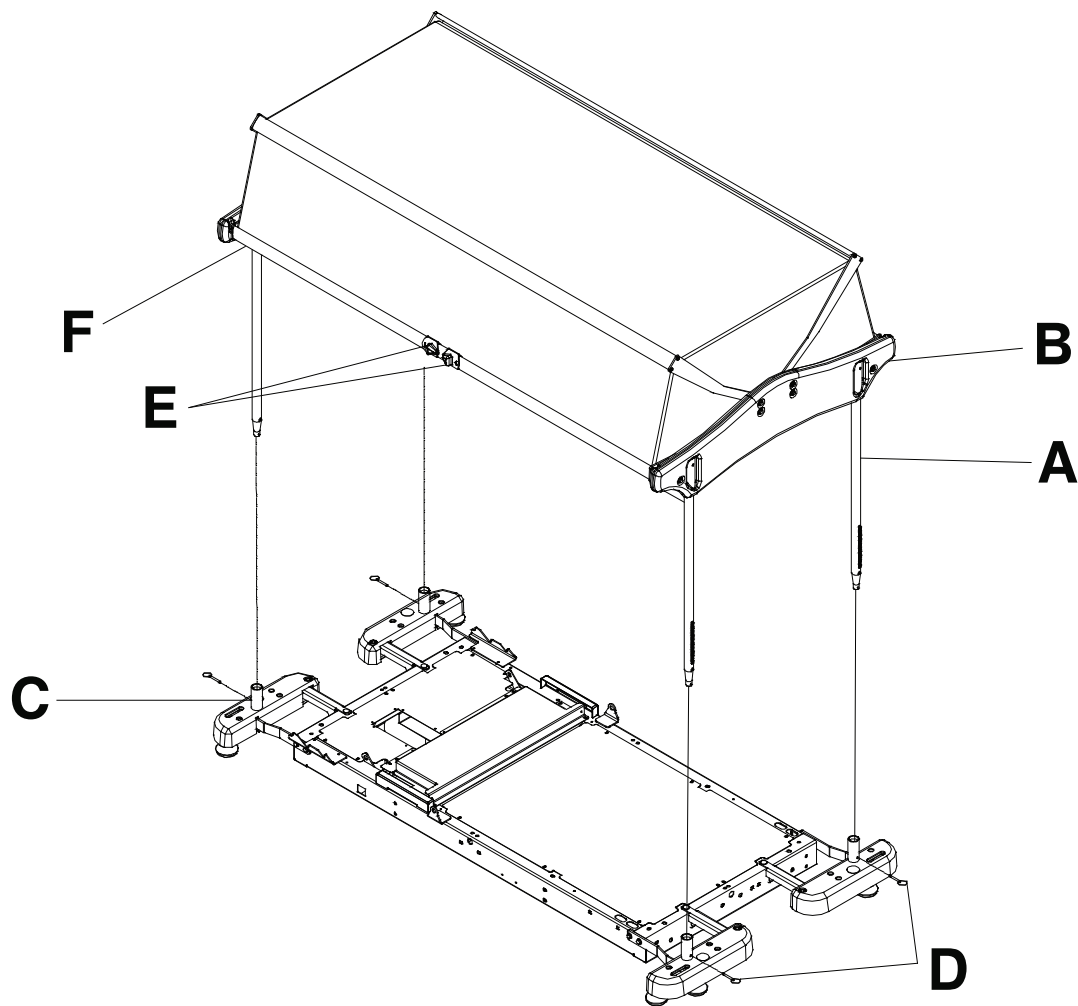

Figura 17 – Tampa protetora retrátil
1. Pressione o pino de bloqueio situado na secção superior de cada poste (A). Introduza o poste na ranhura da estrutura de plástico (B) (Figura 17). Repita para os outros postes.
2. Instale os quatro postes nos encaixes dos suportes de acessórios (C) (Figura 17).
3. Utilizando uma chave combinada de 9/16 pol., bloqueie os postes nos encaixes dos suportes de acessórios com os quatro pinos de engate (D) (Figura 17).
1. Para fechar uma tampa protetora completamente aberta, aperte os dois botões de liberação (E) e suba a grade inferior (F) para a posição desejada (Figura 17).
2. Para fechar a tampa protetora, segure a grade inferior (F) e baixe-a até que se bloqueie na posição (Figura 17).